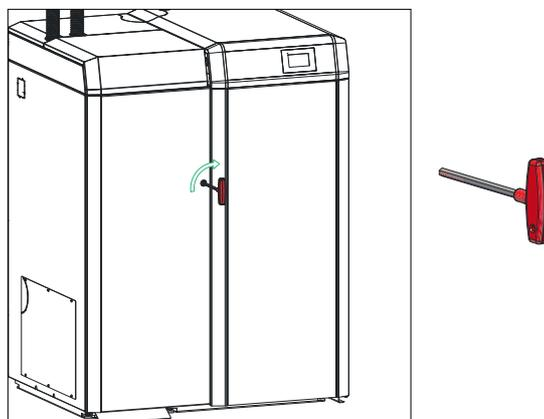

Fig. 126 Chiudere la porta di contenimento con chiave a bussola
- Chiudere entrambe le porte di contenimento e ruotare la chiave a bussola di 1/4 di giro a destra per bloccarle – Fig. 126.